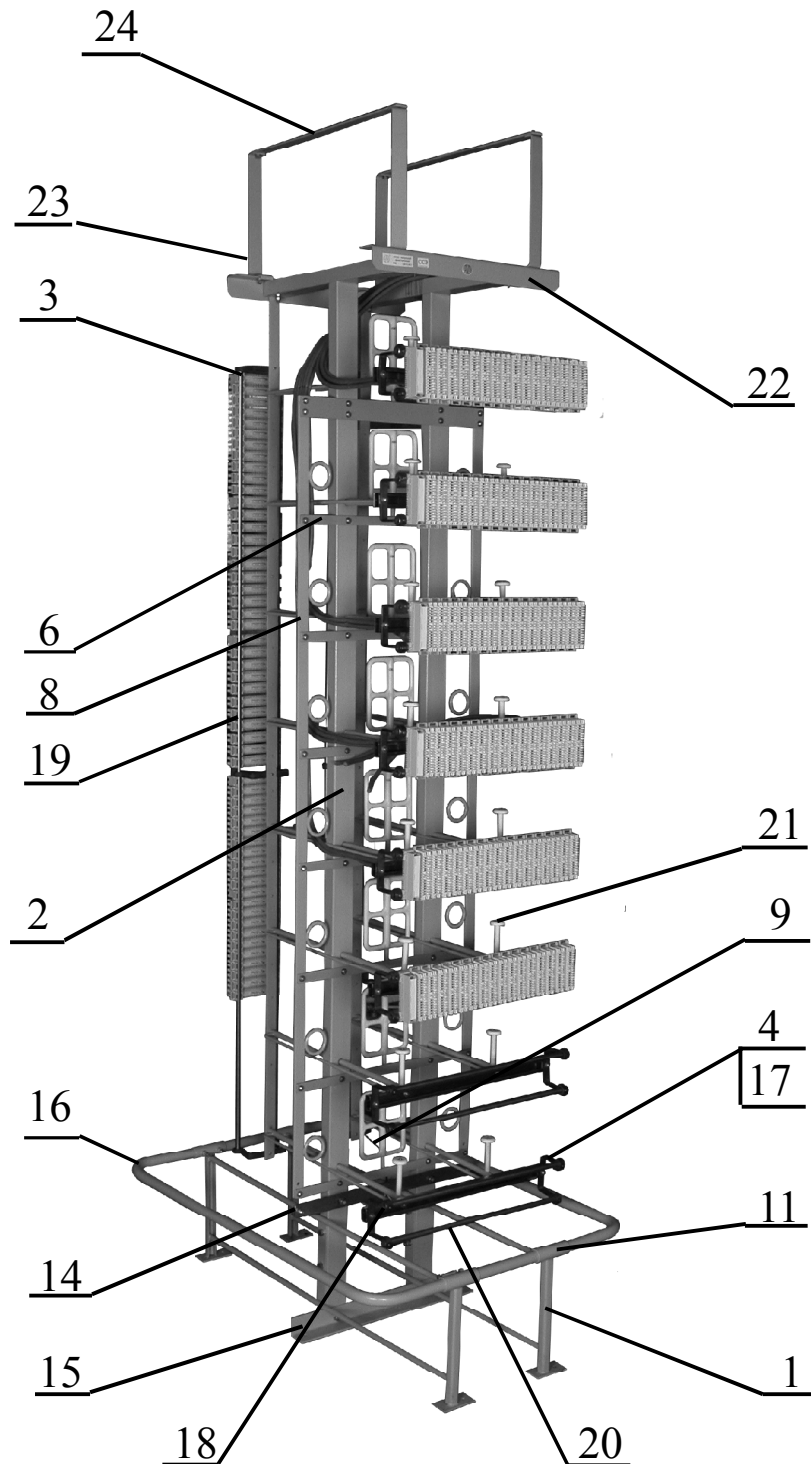

Рис. 1
- на каркасе поз. 2 установлены поддержки поз. 21, шины поз.9 и держатели поз.3 со стержнями поз. 19 (см. рис. 1);
- болтами поз. 30, гайками поз. 40, шайбами поз. 46, 52 закрепить рамы поз. 1 к каркасам поз.2, в соответствии с рис. 1;